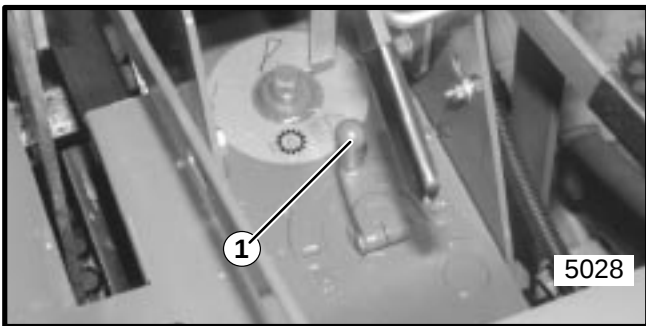

Figura 9
3. Coloque la manija de manejar bien sea en la posición de velocidad “H” (alto) o “L” (baja) y ajuste el regulador. Vea la Figura 9. Coloque la unidad al comienzo del área a ser cortada.